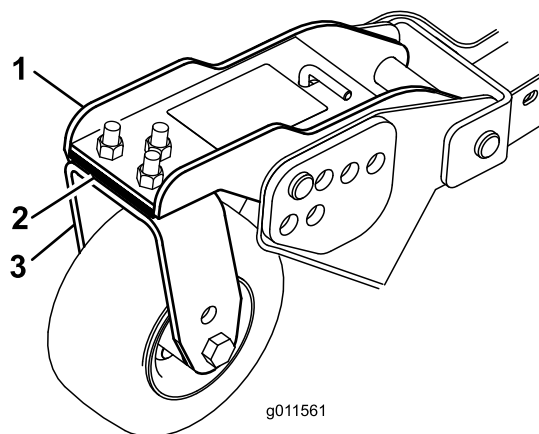

Figure 29
Tournez la lame sur chaque axe dans le sens longitudinal. Mesurez et notez la distance entre le sol et la pointe avant du tranchant. Ajoutez ou retirez des cales de 3 mm sur le(s) bras des roues pivotantes avant pour que la hauteur de coupe corresponde à celle qui est indiquée sur l'autocollant (Figure 29). Pour l'axe de la lame extérieure seulement, reportez-vous à la rubrique Réglage de l'inclinaison des lames.
3. Si le bord intérieur du plateau de coupe latéral est trop élevé par rapport au bord extérieur du plateau de coupe avant, retirez une cale de 3 mm au bas du bras pivotant intérieur avant du plateau latéral (Figure 29). Vérifiez à nouveau la distance entre les bords extérieurs des deux plateaux de coupe latéraux et la distance entre le bord intérieur du